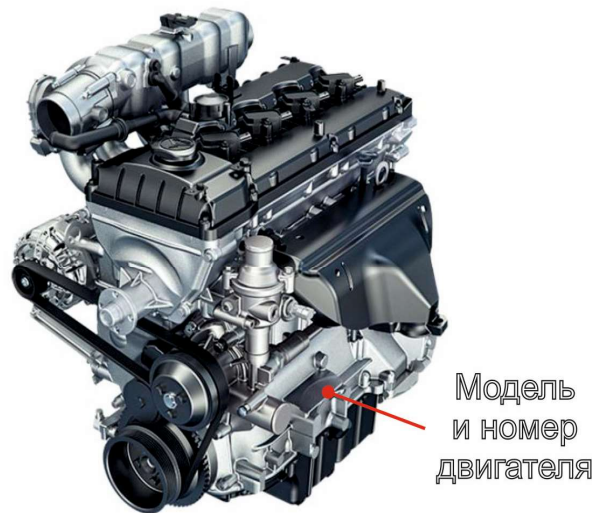

Рис. 4.5 Место обозначения номера двигателя ЗМЗ
**Модель и номер** бензиновых двигателей ЗМЗ-40905.10, ЗМЗ-409051.10 и ЗМЗ-409052.10 выбиты с левой стороны на отливке блока цилиндров в районе боковой опоры двигателя (рис. 4.5). Например: «ХТТ0409051L3001234».